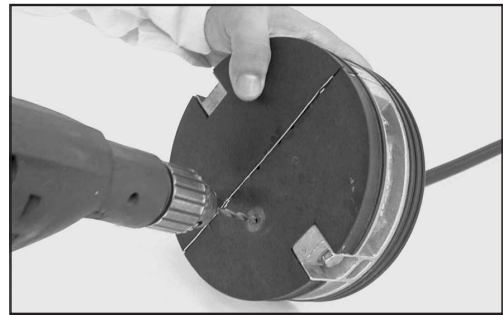

Figura 66
10.2 Utilizando uma furadeira e broca apropriadas, faça um furo próximo à região da entrada do cabo (figura 66).